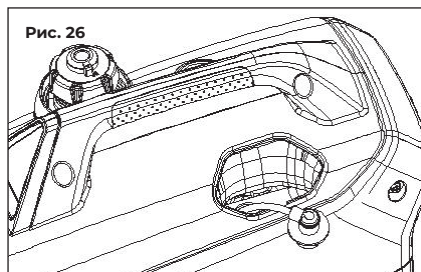

Рис. 26
2. Снимите наконечник высоковольтного провода со свечи и выверните её с помощью свечного ключа, рис. 26.